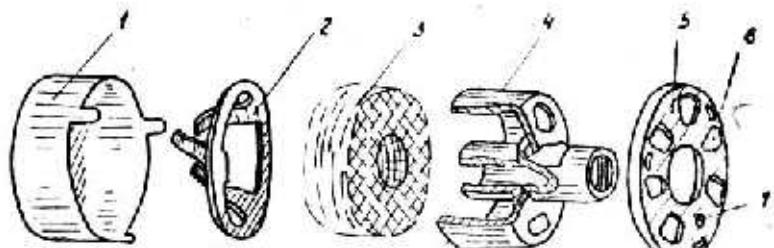

Рис. 11. Воздухоочиститель:
Воздухоочиститель (рис. 11) служит для очистки воздуха, поступающего в двигатель, и состоит из корпуса 1, корпуса сеток 4, крышки 5, пакета сеток 3 и пружины 2.
**УКАЗАНИЕ.** Во избежание выхода фиксатора 7 крышки 5 (рис. 11) из прорези корпуса сеток 4 не допускается проворачивание воздухочистителя с нажатием на передний торец корпуса.